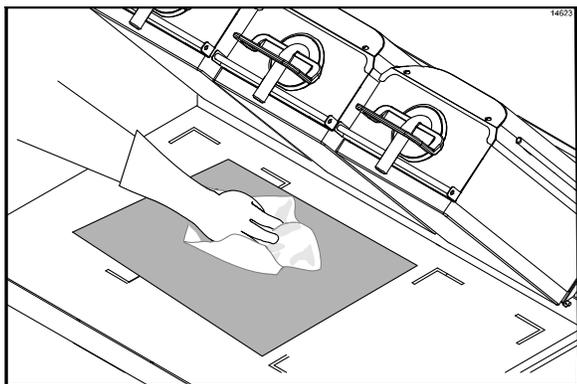

Figura 67
39. Una por una, coloque las hojas antiadherentes superiores e inferiores en la superficie inferior de la parrilla. Limpie ambos lados de cada hoja antiadherente con un paño para parrillas limpio mojado con solución desinfectante. (Vea la figura 67.)